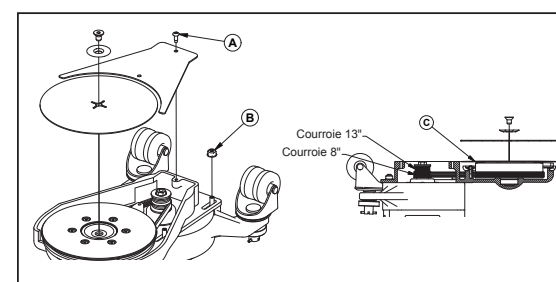

Figure 4
2. Avec un tournevis cruciforme, retirez les deux vis « A » fixant le garde-courroie. Retirez le garde-courroie. (Figure 4)
3. Avec une douille de 7/16", retirez les quatre écrous « B » fixant la fixation de la tête. (Figure 4)
1. Placez la tête sur la machine en vous assurant que la courroie est placée autour de la poulie du moteur. Positionnez la courroie dans les rainures les plus basses (les plus proches du moteur), pour la rallonge de 8". Positionnez la courroie dans les rainures les plus hautes (les plus éloignées du moteur), pour la rallonge de 13". (Figure 4)